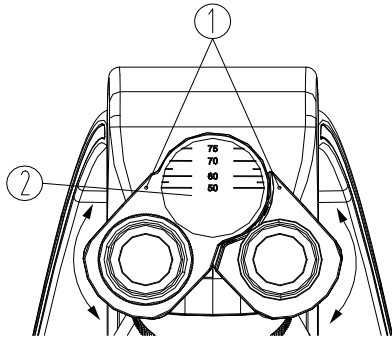

Figure 12
Lors de l'observation avec les deux yeux, maintenez les bases du prisme et tournez-les autour de leur axe pour ajuster la distance interpupillaire jusqu'à ce qu'un seul champ de vision soit obtenu. Le point « · » ① situé sur la base de l'oculaire indique la valeur de l'échelle ② de l'indicateur de distance interpupillaire ; cette valeur correspond à la distance interpupillaire (voir figure 12).